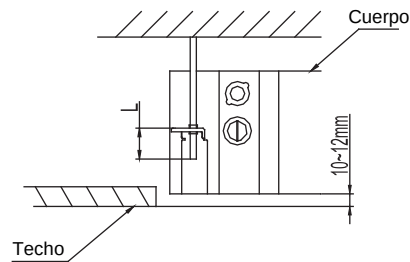

Fig.5-4
- Ajuste la posición para garantizar el espacio entre el cuerpo y los cuatro lados del techo. La parte inferior del cuerpo debe hundirse como máximo 10 ~ 12 mm (ver fig. 5-4).
- En general, L es la mitad de la longitud del tornillo del gancho de instalación (consulte la Fig. 5.4).